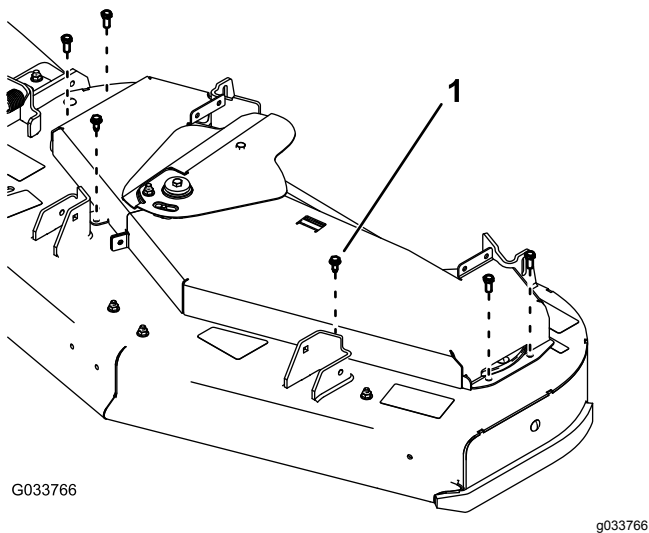

Figura 65
5. Rimuovete i 6 bulloni che collegano i copricinghia al piatto di taglio e fate scorrere via i copricinghia da sotto il coperchio del tendicinghia (Figura 65).
8. Montate i copricinghia utilizzando 6 bulloni (Figura 65).